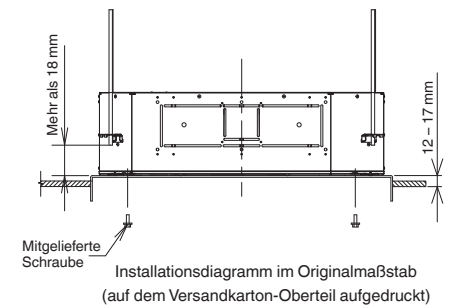

Abb. 3-88
- (1) Wenn die Einheit im Innern der Decke positioniert werden soll, muss zuerst der Neigungswinkel der Hängeanker anhand der mitgelieferten maßstäblichen Einbauzeichnung bestimmt werden. (Abb. 3-88) Leitungen und Kabel müssen vor der Befestigung der Einheit im Innern der Decke verlegt werden. Wenn die Decke bereits fertig gestellt ist, müssen Leitungen und Kabel in der korrekten Anschlussposition verlegt werden, bevor die Einheit im Innern der Decke positioniert wird.
- (2) Die Länge der Hängeanker muss so gewählt werden, dass ein Abstand von mindestens 18 mm zwischen der Unterkante des Ankers und der Unterseite des Geräts vorhanden ist, wie in Abbildung 3-88 gezeigt.